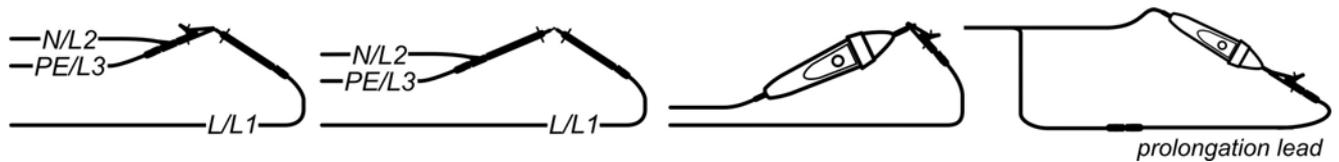

Bild 5.13: Kurzgeschlossene Prüfleitungen
- **Schließen** Sie das Prüfkabel am Instrument an und schließen Sie die Prüfleitungen miteinander kurz (siehe *Bild 5.13*).